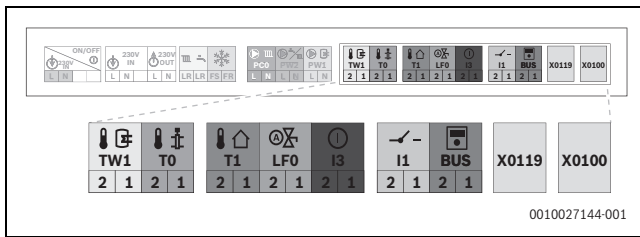

Bild 94 Niederspannungsbereich: Klemmleiste
- Kabel an der Klemmleiste für externes Zubehör (→ Bild 93 und Bild 94) anschließen.